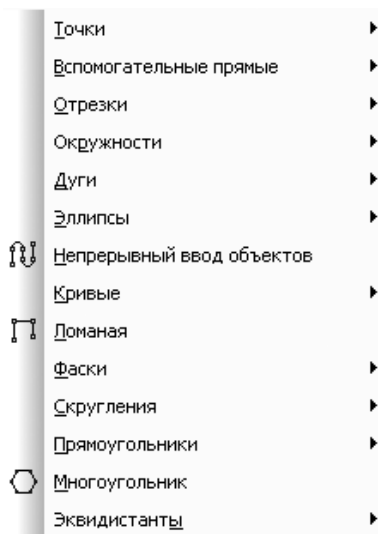

Рис. 2.20. Всплывающее меню пункта **Геометрия** выпадающего меню пункта **Инструменты** главного меню
- **Геометрия** вызывает всплывающее меню, показанное на рис. 2.20.